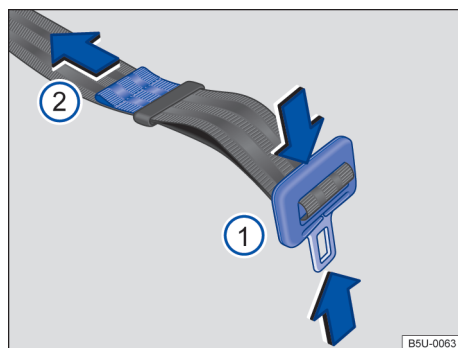

Fig. 33 Ajustar o cadarço do cinto de segurança subabdominal.
- Pressionar a lingueta na direção das setas → Fig. 33 ① e alongar totalmente o cinto de segurança.
- Apertar a lingueta contra o fecho do cinto de segurança e puxar a extremidade → Fig. 33 ② no sentido da seta, até atingir uma folga máxima de 5 cm (3 dedos) na região pélvica.